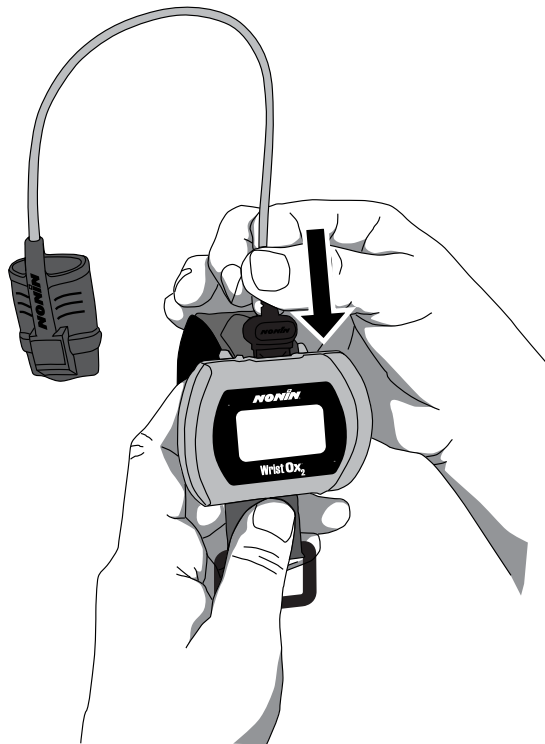

Figure 10 : Fixation du capteur
1. Insérez le connecteur du capteur dans la prise située sur le dessus de l'appareil (figure 10). Le logo Nonin sur le connecteur du capteur doit être du côté de l'avant de l'appareil.